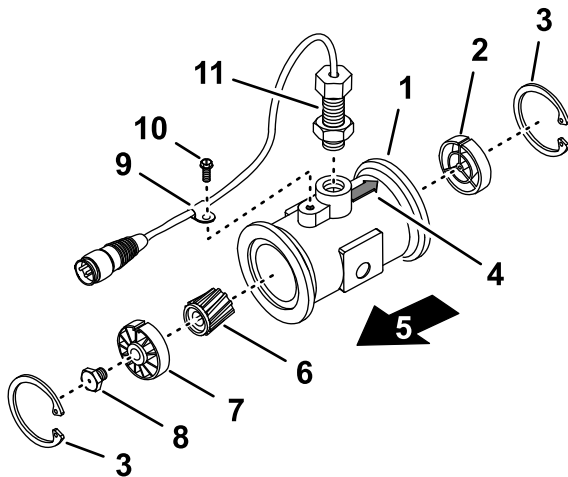

Bild 111
3. Entfernen Sie den Haltering an der vorgeschalteten Seite (Bild 111).